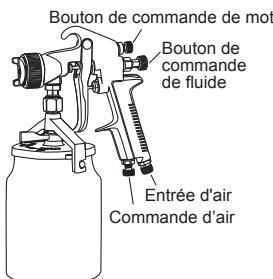

Figure 1 - l'Installation de la Cartouche de Peinture d'Alimentation de Pression
- Retirez le pistolet et attachez à une boîte de peinture appropriée avec environ 3/4 plein de peinture. Référez-vous à l'Installation de la Cartouche de Peinture d'Alimentation de Pression dans la Figure 1. Assurez-vous que la cartouche est installée avec le pistolet fermement et correctement.